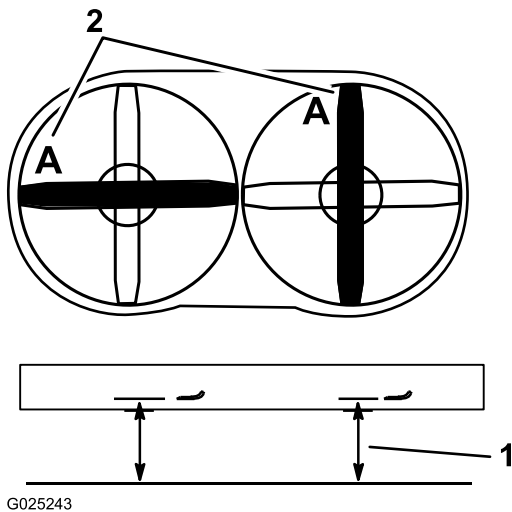

Figura 65
- Gire una cuchilla, según se muestra en Figura 65.
- Mida desde una superficie nivelada hasta el filo de corte, con la cuchilla en la posición **A** (Figura 65). Anote esta dimensión.